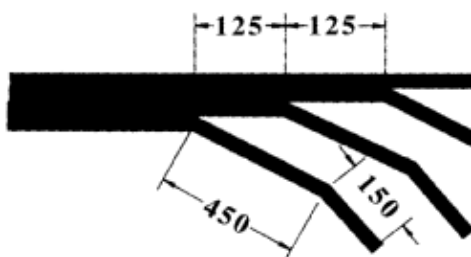

图10
- 1) 电缆的开剥见图10，外线按100对线分把，其间用胶布缠绕加以保护；